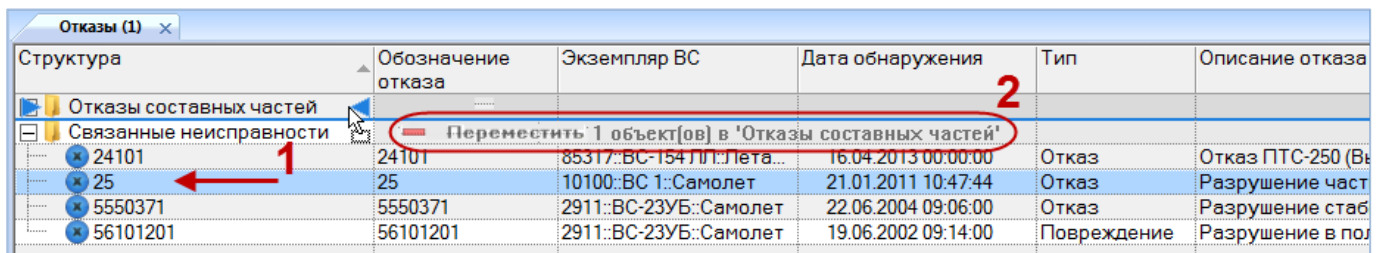

Рис. 13-254 – Перемещение отказа в другую папку
- 2) Выбрать отказ в рабочем окне «Отказы». Для выделения нескольких объектов используются клавиши CTRL и SHIFT (1 на рис. 13-254).
3) Удерживая клавишу CTRL переместить с помощью мыши выделенные отказы в нужную папку. Появится подсказка вида «– Переместить X объект(ов) в ...», затем отпустить кнопку мыши (2 на рис. 13-254).